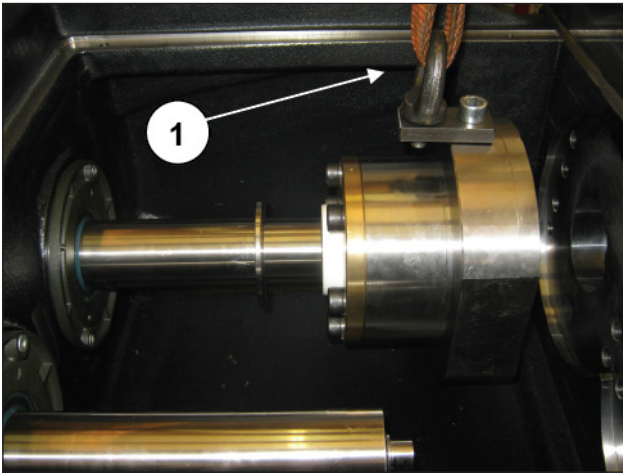

Fig. 204
Extraer el soporte de la camisa de la cabeza deslizando sobre el pistón y sujetándolo por el cáncamo (pos. ①, Fig. 204) y aflojar el tornillo M10 que fija el pistón para liberar el grupo y poder extraerlo del cárter delantero (pos. ①, Fig. 205 y Fig. 206).